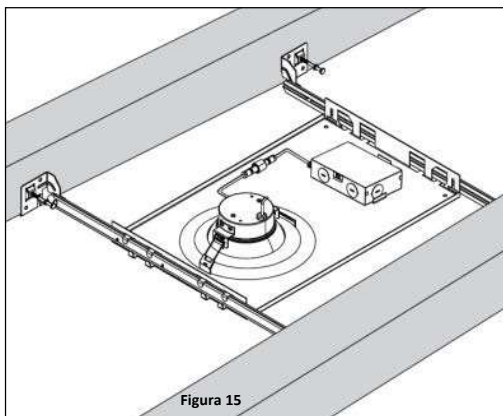

Figura 15
1. Fija el conjunto entre las vigas del techo en el área deseada para la instalación. **Ver Figura 15.**